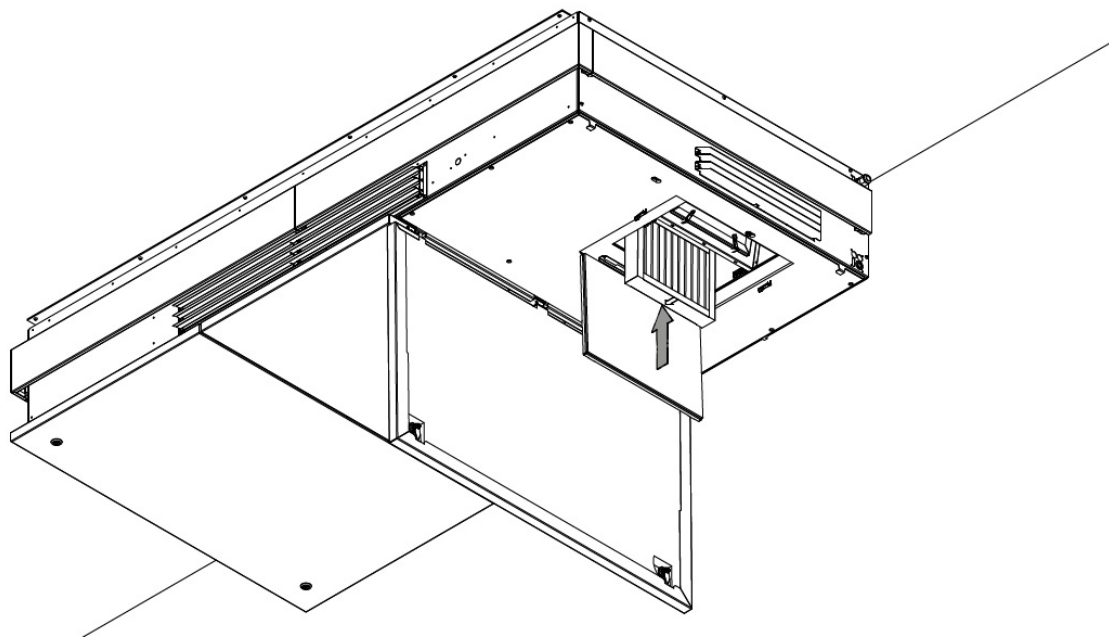

Figur 14: Åpne hengslene som holder finfilteret på plass
6. Åpne hengslene som holder finfilteret på plass, se Figur 14 nedenfor.